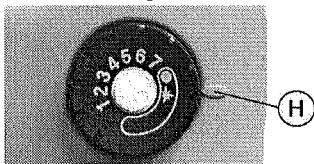

fig. 9
9.0 ISTRUZIONI PER L'ACCENSIONE, REGOLAZIONE E SPEGNIMENTO (vedi fig. 9)